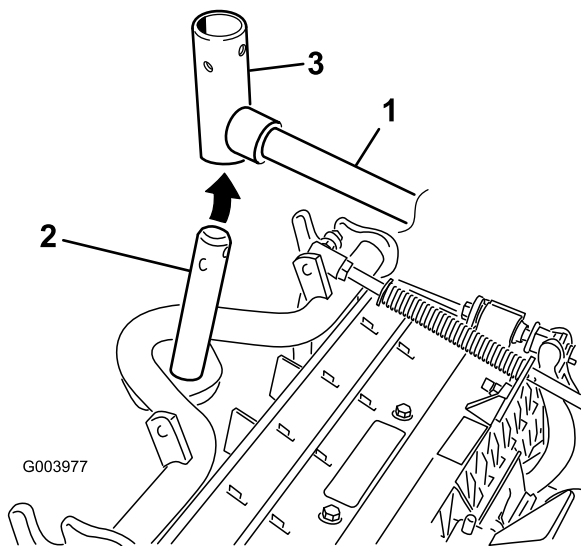

図 8
8. フロントに取り付けるカッティングユニットは、昇降アームの下に入れるときにキャリア・フレームのシャフトを立てて昇降アームのピボット・ヨークに挿入する（図 8）。
- B. 昇降アームのヨークをキャリア・フレームのシャフトに通す (図 8)。